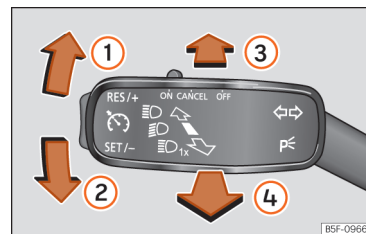

Abb. 105 Blinker- und Fernlichthebel.
- Drücken Sie den Blinker- und Fernlichthebel aus der Ausgangsstellung nach vorne »» **[Abb. 105] ③**.
- **ODER:** Ziehen Sie bei eingeschaltetem Fernlichtassistenten den Blinker- und Fernlichthebel nach hinten »» **[Abb. 105] ④**.